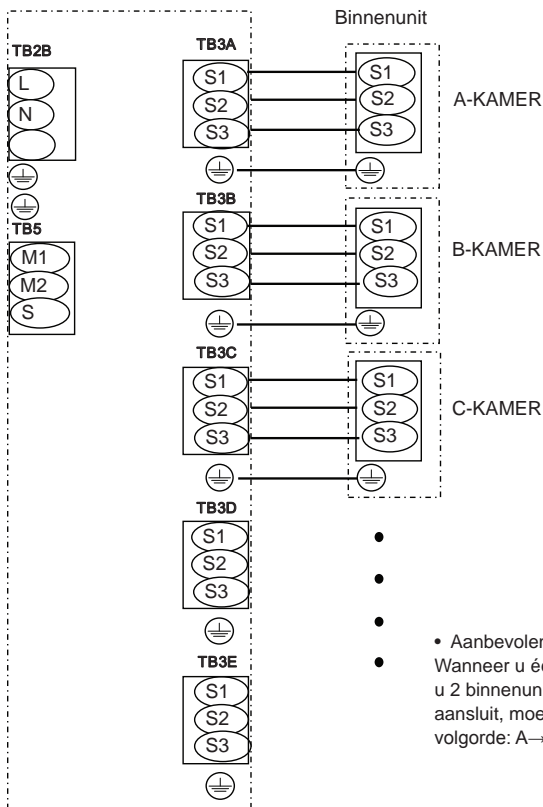

Fig. 8-9
8.2. Externe bedradingsprocedure (Fig. 8-8, Fig 8-9)